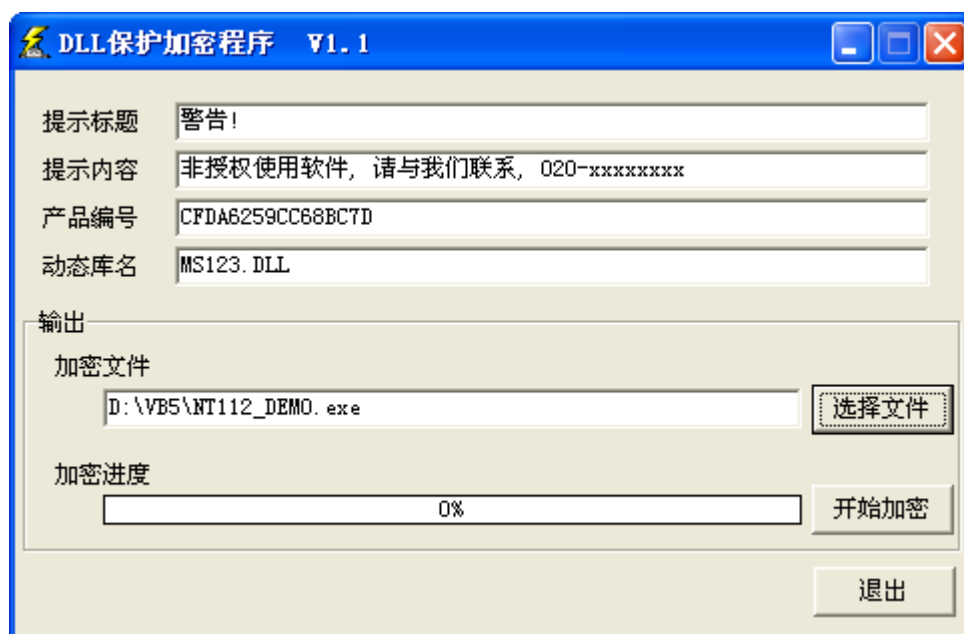

图 7.19 选择要 DLL 外壳加密的 EXE 文件
9. 在DIINTShell的主界面中,单击“选择文件”按钮,在弹出的窗口中操作选择要加密的EXE文件,如“D:\VB5\NT112_DEMO.exe”文件,结果如图 7.19 所示。